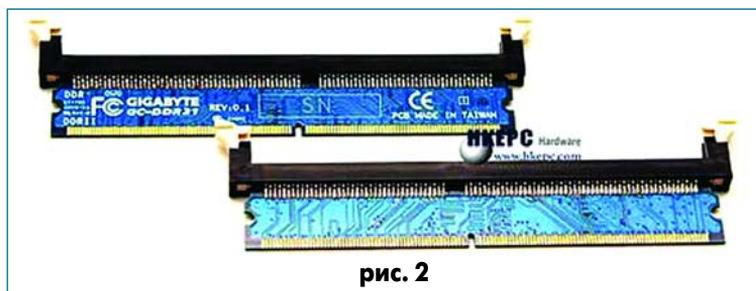

рис. 2
Второй вид памяти, который вырвался вслед за DDR2, - энергонезависимая флэш-память по технологии NAND (рис. 2). Объем этого рынка памяти в 2006 г. составит 8 млрд. дол. В этой области памяти также лидирует компания Samsung Electronics, которая недавно объявила о начале массового производства чипов флэш-памяти 4 Гбит с использованием 70-нанометрового процесса, что позволяет добиться самой миниатюрной в индустрии ячейки памяти площадью 0,025 мкм². Скорость записи в этих чипах составляет 16 Мегаточетов в секунду. Это открывает возможности по использованию такой памяти для хранения видеоданных высокой четкости (HD). Флэш-чип на основе таких микросхем предназначен для конструкторов потребительской электроники и позволяет упаковать на одной карте памяти до 16 Гбайт данных, что соответствует 16 часам видео DVD-качества или 4000 аудиофайлов MP3. Плотность флэш-микросхем начиная с 1999 г. удваивается каждый год, отмечает ведущий специалист Samsung Electronics Чхан Гю Хван. Поэтому в Samsung Electronics это явление называют "Законом Хвана".